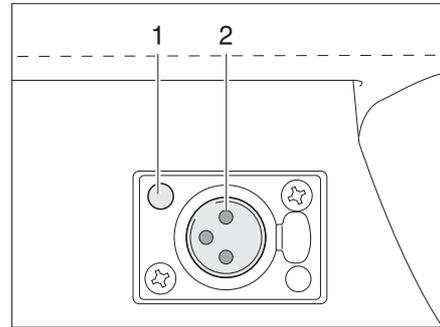

Bild 105 Steckdose
- Stecker im Fuß der Steckleuchte in die Steckdose (Bild 105,1) stecken, bis er hörbar einrastet. Dabei auf die Position der Kontakte (Bild 105,2) achten.